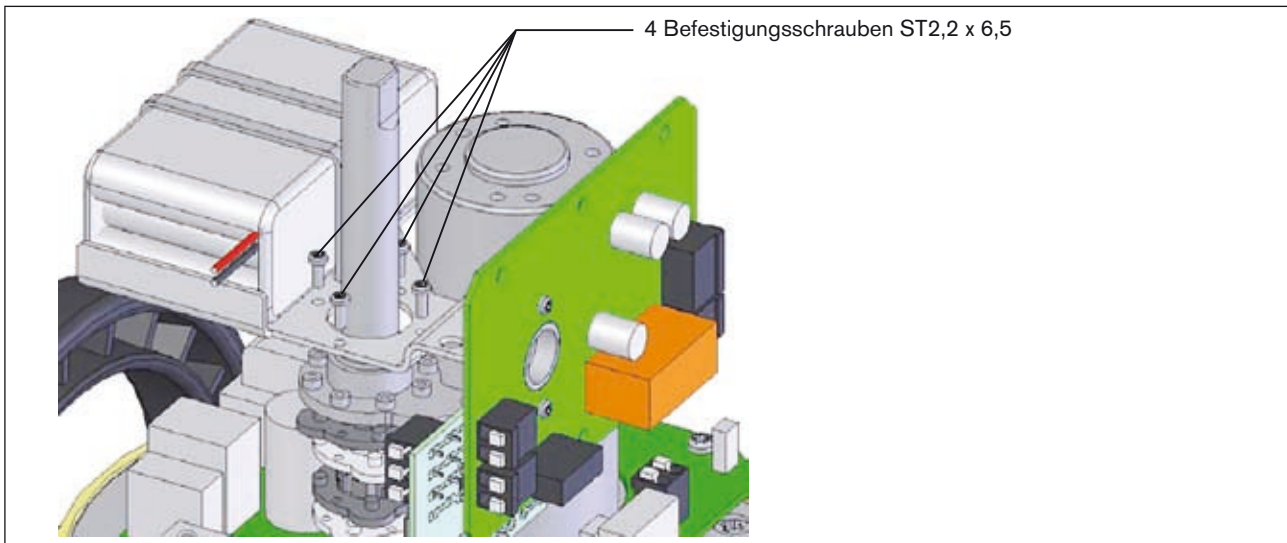

Bild 19: Darstellung: Einbau der Notrückstellung in den Stellantrieb
- Den Sicherheitsblock der Notstromvariante mit 4 Schrauben am Stellantrieb befestigen (siehe *Bild 19:Darstellung: Einbau der Notrückstellung in den Stellantrieb*)